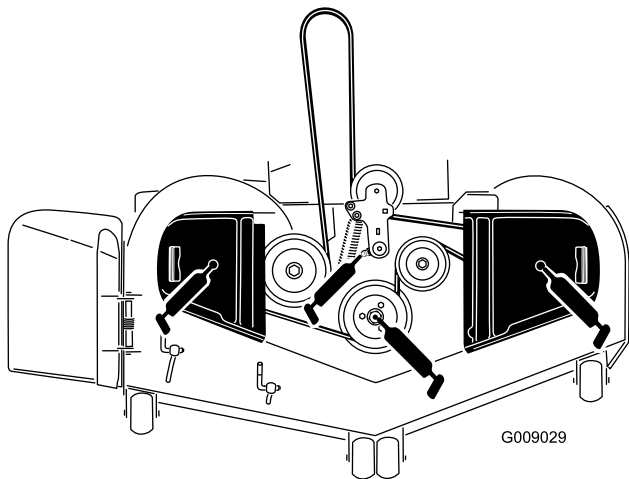

Figure 42
3. Graissez le pivot de la poulie de tension du tablier de coupe jusqu'à ce que la graisse ressorte par le bas (Figure 42).
4. Lubrifiez les roulements des trois axes jusqu'à ce que la graisse sorte par les joints inférieurs (Figure 42).
5. Graissez le bras de la poulie de tension de la courroie d'entraînement (Figure 42).